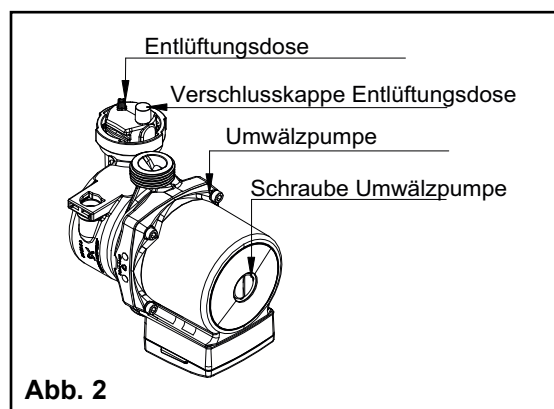

Abb. 2
- Das Kaltwasser-Zulaufventil **[R]** (Abb. 2) öffnen
- Öffnen Sie das Kaltwasser-Zulaufventil **[R]** (Abb. 2) nochmals bis ein Anlagendruck von 1,5 bar am Manometer **[M]** (Abb.2) erreicht ist, danach schließt man das Kaltwasser-Zulaufventil **[R]**.